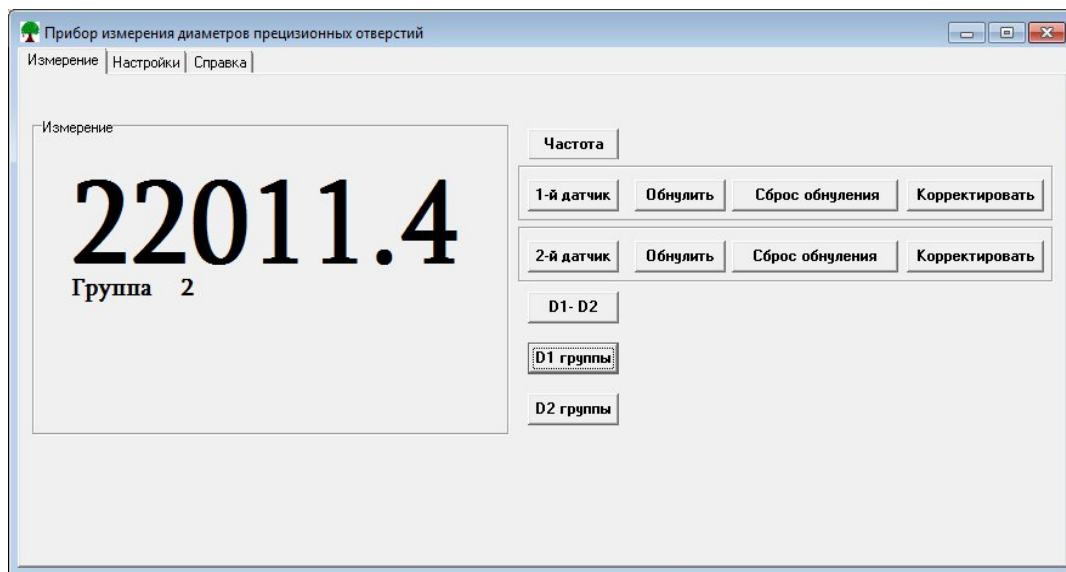

Рис.8.
- D1 группа и D2 группа – режимы предназначенные для разделения серии изделий по отклонению от заданной величины с заданным шагом, Рис.8 (причем при отборе групп размеры отображаются с точностью до 0,1 мкм);